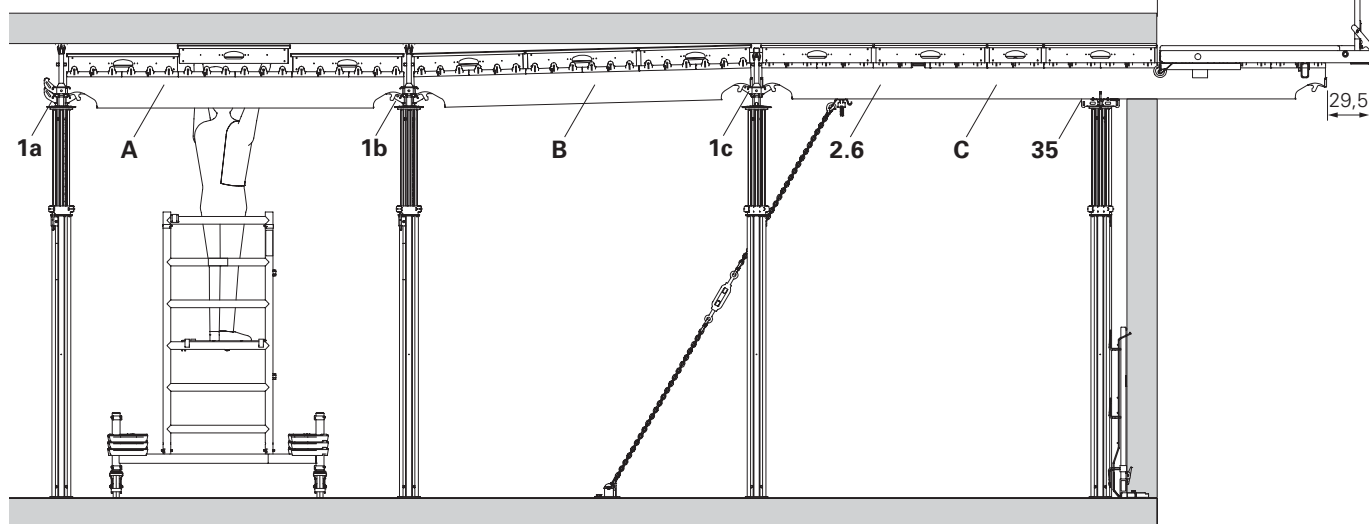

Fig. A9.15
4. Rimuovere gli elementi a telaio e la trave longitudinale della penultima campata (A). (Fig. A9.15). Non disarmare ancora le campate B + C!